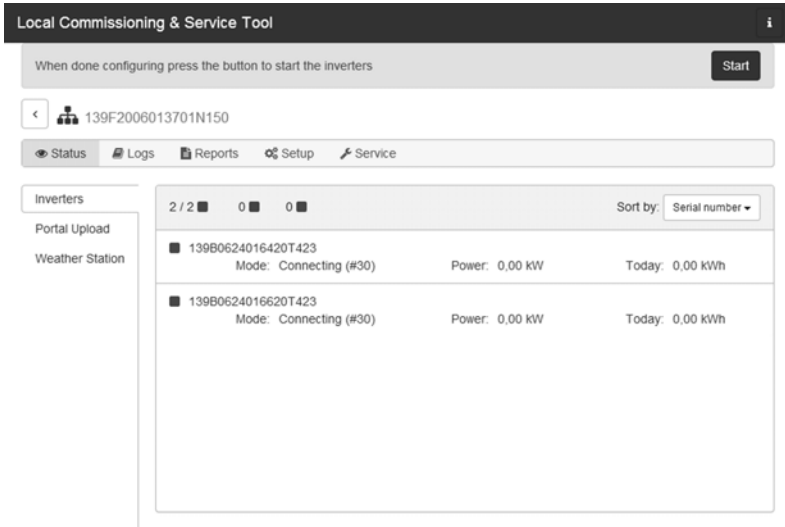

Imagen 5.8. LCS-Tool: lista de todos los inversores conectados al SMA Inverter Manager
11. Un recuadro verde identifica los inversores puestos en marcha. No obstante, los inversores no se conectan a la red hasta que no se les envía un comando de **[Start]** desde la barra que hay debajo del menú superior. Consulte la imagen 5.8.